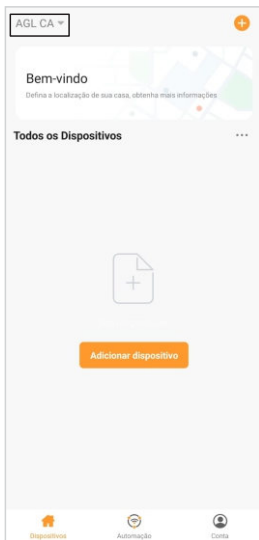

Figura 1
1. No aplicativo "AGL Home", no canto superior esquerdo, clique sobre a "seta para baixo" (figura 1).